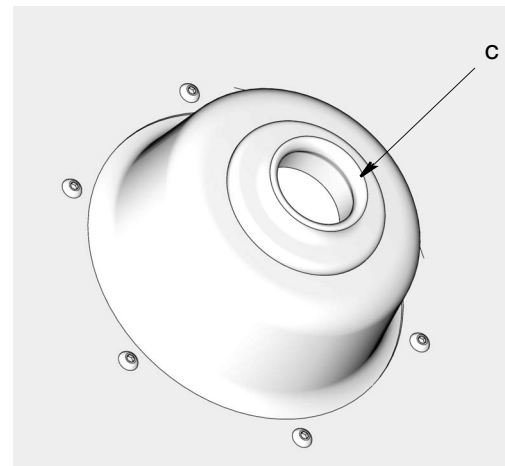

図 7
5. ゴム製グロメット (c) が板の中央に配置されているか、フォロープレートを確認してください (図 7)。